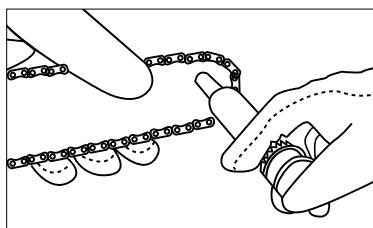

Рис. 28
3. Поместете иглообразна дюза на спринцовката в отвърстие за създаване и инжектрайте смазку докато тя не се появии на вънешия ръб на верижното зъбно колело на шината (рис. 28).